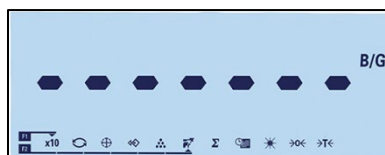

Abbildung 2-22: Anzeige während der Erfassung der Gewichtswerte
1. Stellen Sie das Tier/die Tiere auf die Plattform und drücken Sie die Funktionstaste TIERWÄGEN . Das Terminal erfasst die Gewichtswerte, und es erscheint „-----“ auf der Anzeige (Abbildung 2-22). Dieser Vorgang dauert 2 bis 3 Sekunden. Um eine bessere Genauigkeit zu erreichen, werden die ersten 14 Gewichtswerte verworfen und die nächsten 56 Werte für die Berechnung verwendet.